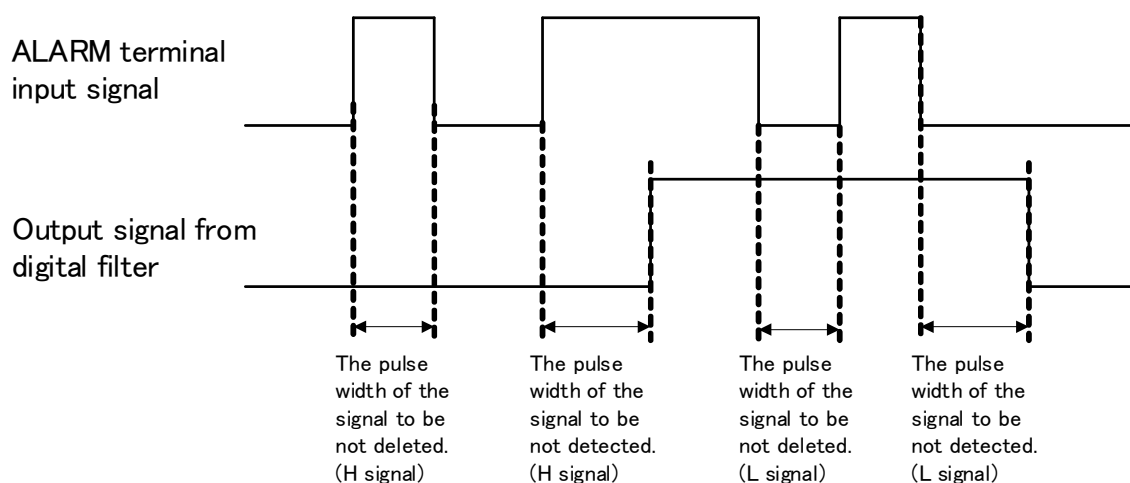

Fig.9-j 入力除去パルス幅(フィルター有り)と入力検出パルス幅(フィルター有り)
- ・ 入力検出パルス幅(Twmin)とはデジタルフィルターを通過して出力に現れるパルスの幅を、入力除去パルス幅(Twmax)とはデジタルフィルターによって除去されるパルスの幅を意味します (Fig. 9-j)。